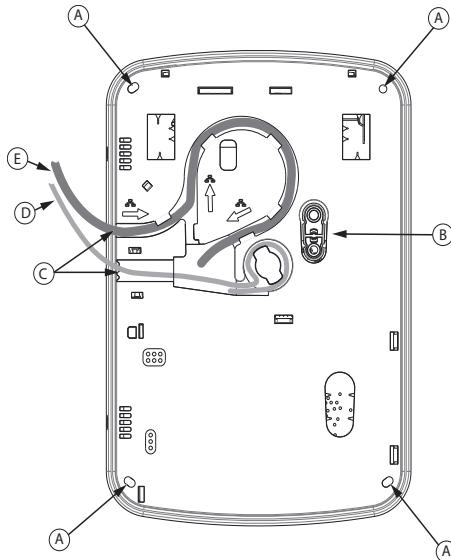

Figura 2: Placa posterior del TL8803GI
4. Asegure la placa posterior a la pared con los 4 orificios de montaje. Ver Figura 2.